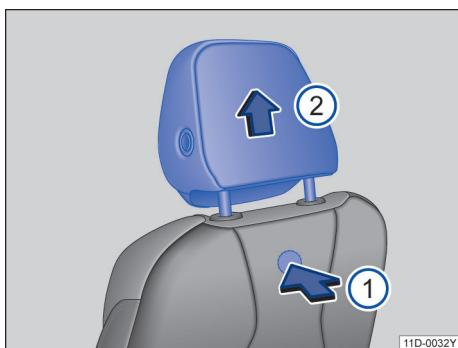

图 67 拆卸和安装前排头枕
- 按压隐藏于座椅靠背内的按钮 → 图 67 ①，沿箭头方向 ② 将头枕完全拔出。